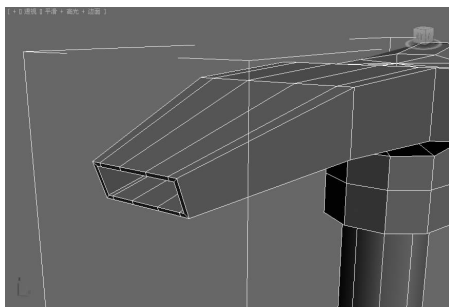

图 5-113 修改后的出口多边形 ▲
(8)单击“插入”按钮右边的  按钮,在弹出的对话框中设置“插入量”为 0.06,单击“确定”按钮,再单击“挤出”按钮右边的  按钮,在弹出的对话框中设置“挤出高度”为-0.1,“轮廓量”为-0.01,单击“确定”按钮并删除挤出后的多边形,效果如图 5-113 所示。